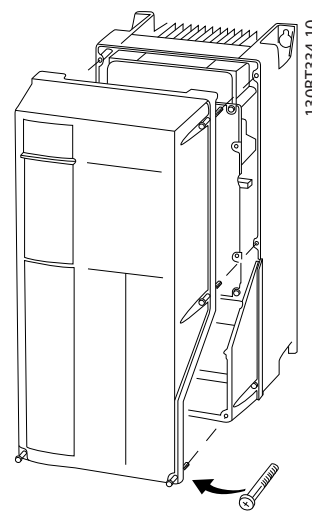

図 2.10 A4、A5、B1、B2、C1 および C2 エンクロージャーのコントロール配線アクセス
- あるいは、ネジを緩めてフロントカバーを取り外します。 図 2.10 を参照